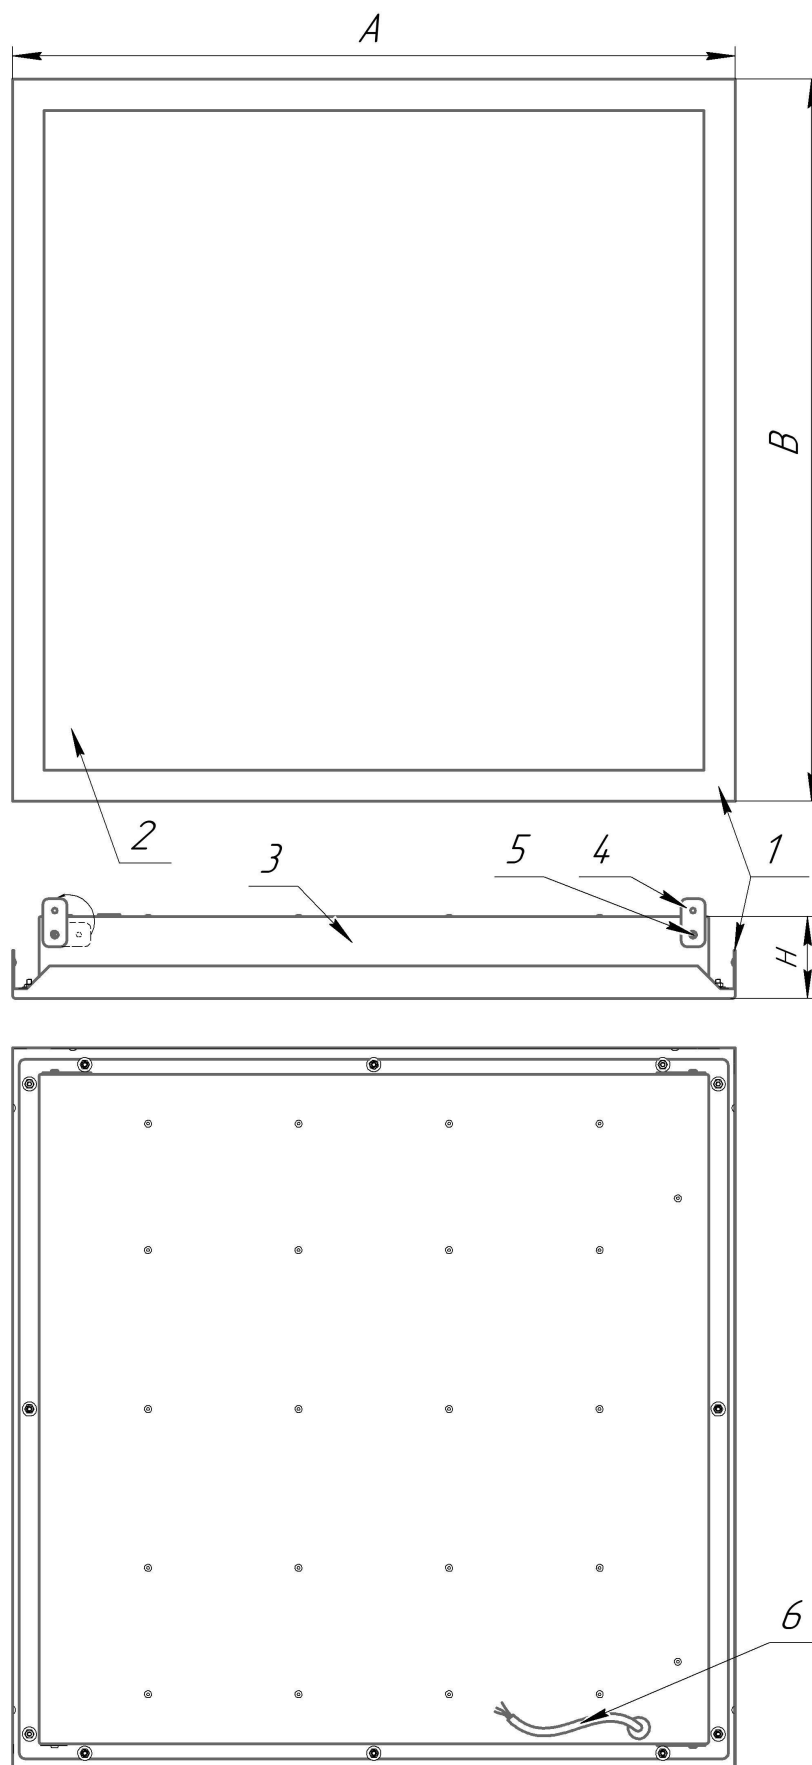

Рисунок 1 - Светильник ДВО15 VCF
3.2 Светильник ДВО15 VCF (рис. 1 приложения А) состоит из обечайки поз. 1, рассеивателя поз. 2, корпуса со встроенным светодиодным модулем и источником питания поз. 3, пластин подвеса поз. 4, закреплённых болтами поз. 5, и провода поз. 6.
5.5.1 Ослабьте винты поз. 5, поверните пластины подвеса поз. 4 в вертикальное положение и зафиксируйте их винтами (рис. 1).
5.6 Проденьте проволочные подвесы, используемые при установке несущих реек потолка, через отверстия пластин подвеса (поз. 4 рис. 1) светильника и закрепите их на запотолочной поверхности таким же образом, как и подвесы несущих реек.